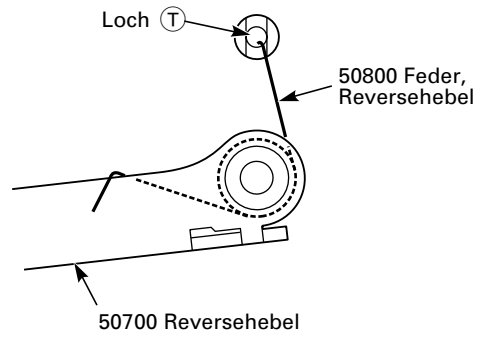
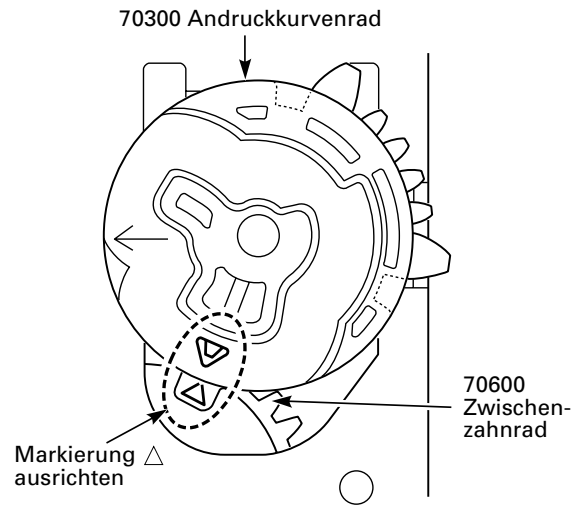

Fig. 8.30
Fig. 8.31
**Hinweis:** Ein Ende der Reversehebelfeder (Pos. 50800) in das Loch ⓧ des Laufwerkchassis stecken und das andere Ende am Reversehebel (Pos. 50700) einhängen (siehe Fig. 8.30). Das Andruckrollenkurvenrad (Pos. 70300) und das Zwischenzahnrad (Pos. 70600) gemäß Fig. 8.31 positionieren.